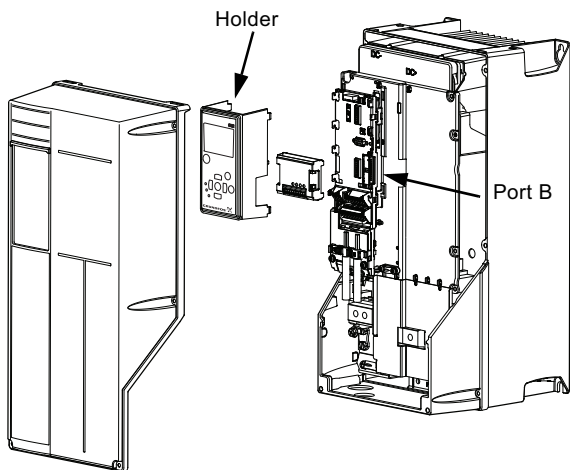

Fig. 4 Kapsling A5, B1, B2, B4, C1, C2, C3, C4, D1 og D2
2. Fjern betjeningspanelet og holderen fra CUE. Se fig. 4.